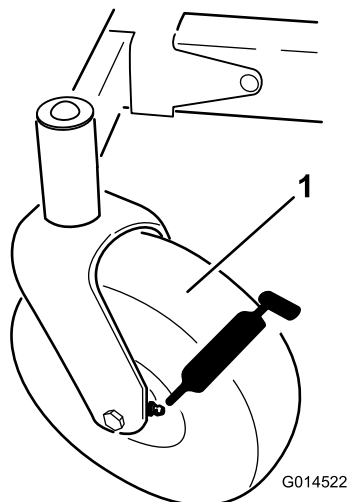
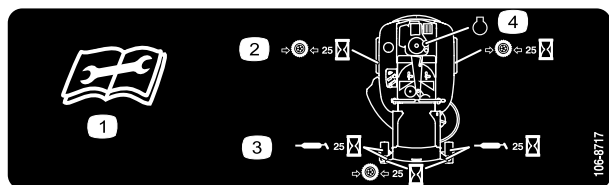

Figura 26
Figura 27
3. Limpe os encaixes de lubrificação (Figura 26 e Figura 27) com um trapo.